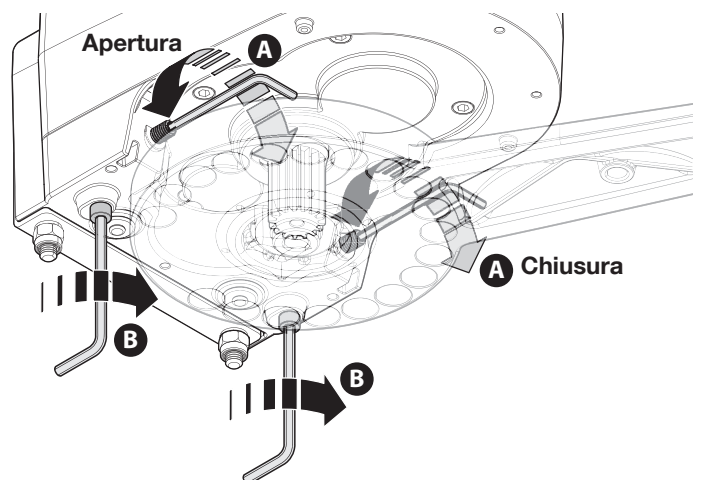

Fig. 18
07. Avvitando o svitando i due grani (A) posti sul motore è possibile regolare i due fine corsa; successivamente tramite le due viti (B) bloccare i due grani di regolazione (A) **fig. 18**;